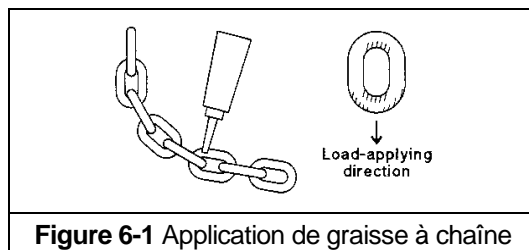

Figure 6-1 Application de graisse à chaîne
- Appliquer la graisse lubrifiante KITO (pièce n° ER2CS1951) ou l'équivalent de la graisse générale industrielle au lithium, NLGI n° 0, sur les surfaces de contact des maillons de la chaîne de levage, comme indiqué avec les zones ombrées de la **figure 6-1**. Appliquez aussi la graisse sur les zones de la chaîne de levage (zones ombrées de la **figure 6-1**) qui sont en contact avec la poulie de charge. Assurez-vous d'appliquer de la graisse sur les zones de contact dans les poches de la poulie de charge.